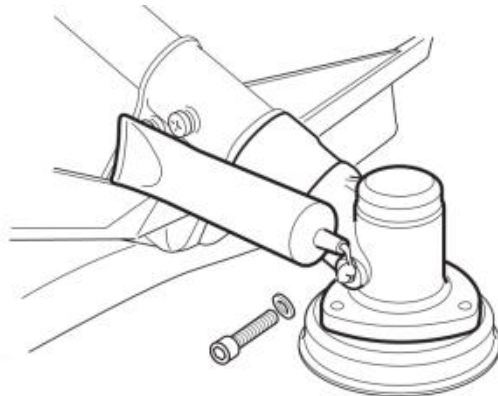

Fig. 68
2. Ajoutez du lubrifiant approprié (Fig. 68).